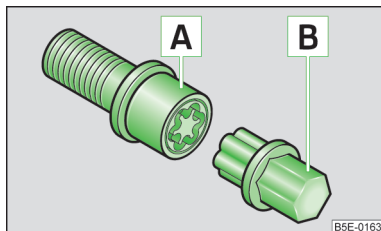

Fig. 165
- Introduceți adaptorul **B** » fig. 165 cu partea zimțată până la limită pe dantura interioară a șurubului antifurt **A**, astfel încât să se mai vadă doar partea sa hexagonală.